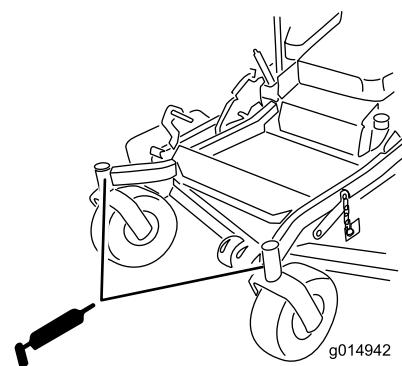

Figura 42
- Retire el adaptador de engrase del punto de engrase. Instale el tapón hexagonal y la tapa (Figura 42).